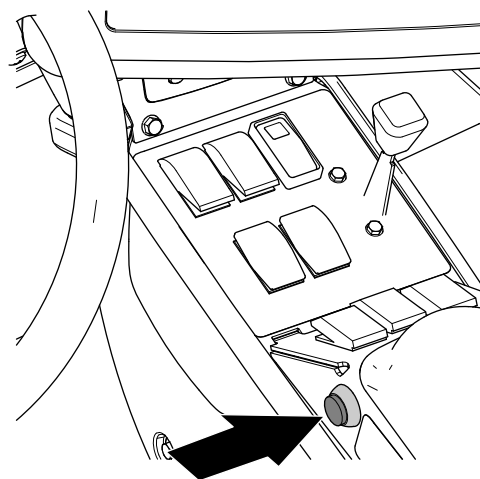

Figura 199
7. En la máquina, mueva el interruptor de sección maestro a la posición de ACTIVADO (Figura 199).